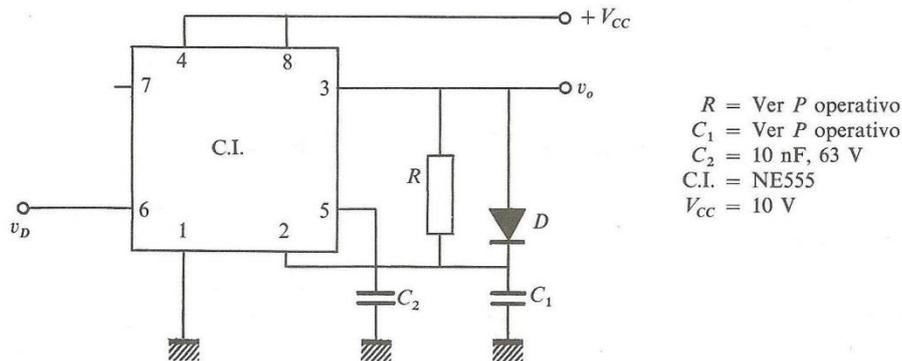

Figura 28.5. Multivibrador monoestable con C.I. 555 con salida normalmente alta.
El circuito de la Figura 28.5 presenta como característica diferenciadora con el de la Figura 28.4 que la salida permanece normalmente a nivel alto, pasando a nivel bajo durante el estado transitorio.
8. Repetir los puntos anteriores para el monoestable con salida normalmente alta de la Figura 28.5 y anotar los datos en una tabla.